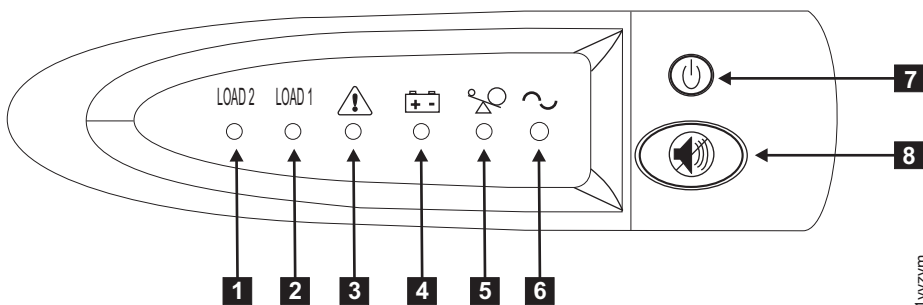

图 17. 2145 UPS-1U 前面板组合件
8. 按住开/关按钮 (图 17 中的 **7**) 大约 5 秒钟。您可能需要一个尖头装置 (如螺丝刀) 来按压该开/关按钮。在 2145 UPS-1U 执行自检期间, 前面板指示灯将按照启动顺序进行循环。